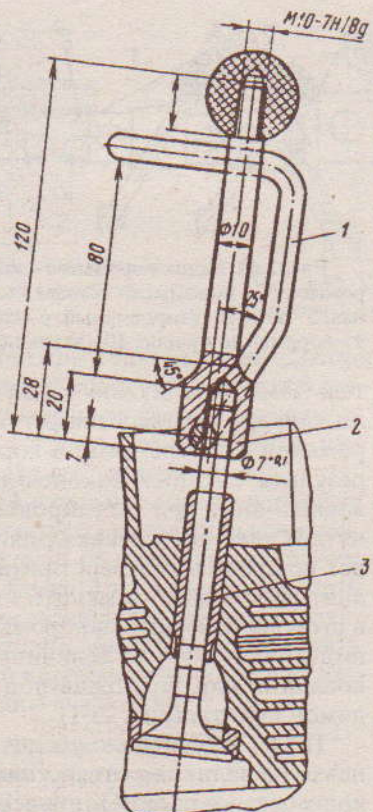

Рис. 2.45. Приспособление для притирки клапанов: 1 - зажим; 2 - оправка; 3 - клапан
- ✓ Нанести на фаску головки клапана тонкий слой притирочной пасты, приготовленной в виде смеси мелкого шлифовального порошка (шлиф-порошок электрокорунд М14) с маслом для двигателя. Смазать стержень клапана в направляющую втулку, закрепить клапан в приспособлении (рис. 2.45) специальным зажимом и, вращая его поочередно в противоположные стороны, слегка прижимать к седлу.